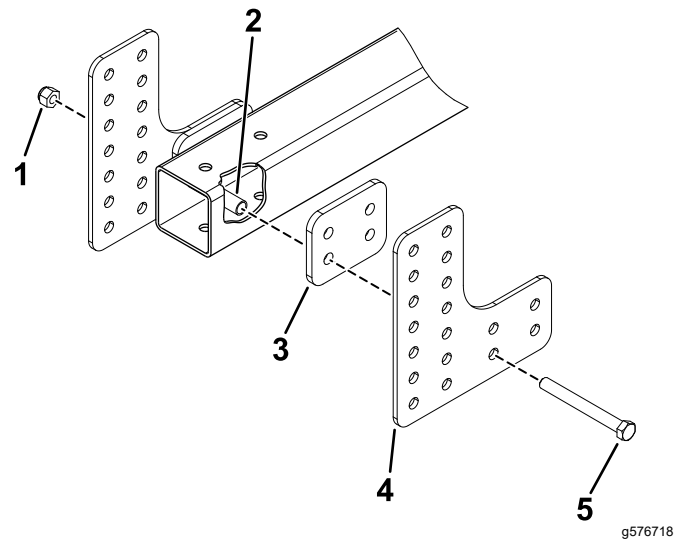

Figure 3
- Timons de remorque à tube de 5 cm : utilisez 2 boulons, une entretoise et 2 contre-écrous pour fixer les plaques au timon. Placez l'entretoise à l'intérieur du timon de la remorque (Figure 3).
- Timons de remorque à tube de 6,35 cm : utilisez 2 boulons, 2 plaques d'attelage réglables, une entretoise et 2 contre-écrous pour fixer les plaques au timon (Figure 3).